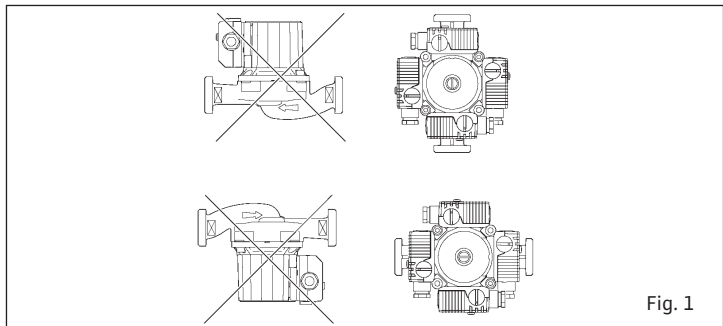

Fig. 1
- Montera pumpen spänningsfritt med vågrätt liggande pumpaxel. lakta monteringslägena på bild 1.